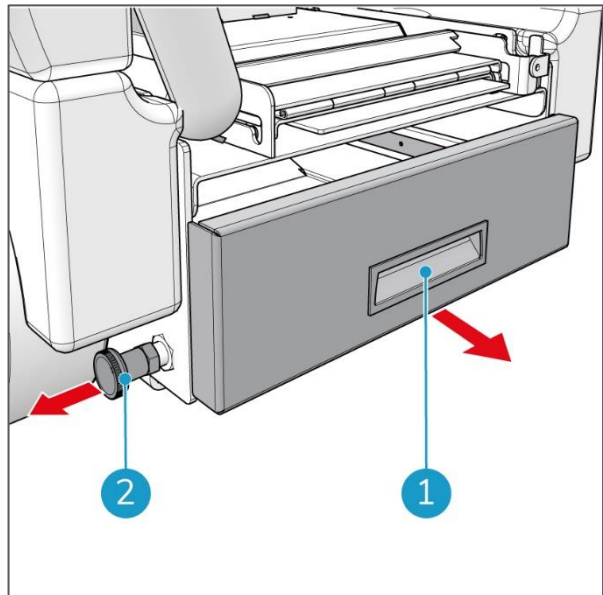

Figura 58
2. Extrae el pasador de bloqueo del lado izquierdo (Figura 58, pos. 2) del compartimento de las baterías.
3. Extrae el compartimento de las baterías por el asa negra (Figura 58, pos. 1) hasta que quede bloqueado.
7. Extrae el pasador de bloqueo del lado izquierdo (Figura 58, pos. 2) del compartimento de las baterías.
8. Empuja el compartimento de las baterías en la i-drive® por el asa negra (Figura 58, pos. 1) hasta que encaje en su sitio.